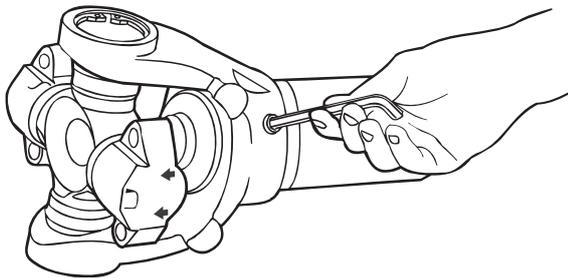

Figura 4.17
1. Use uma chave Allen para remover o tampão de graxa do garfo deslizante antes de montar as seções garfo deslizante e eixo estriado. Figura 4.17.